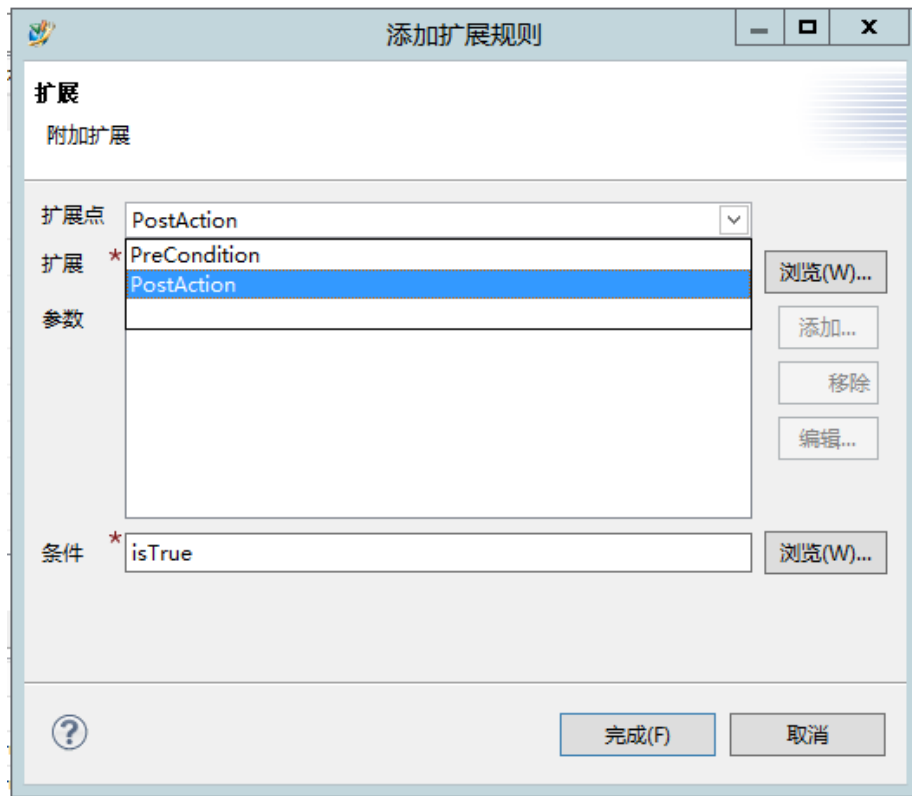

图 4
4、在弹出的添加扩展规则框中，扩展点选择“PostAction”，扩展一栏点击“浏览”如图 4、所示：